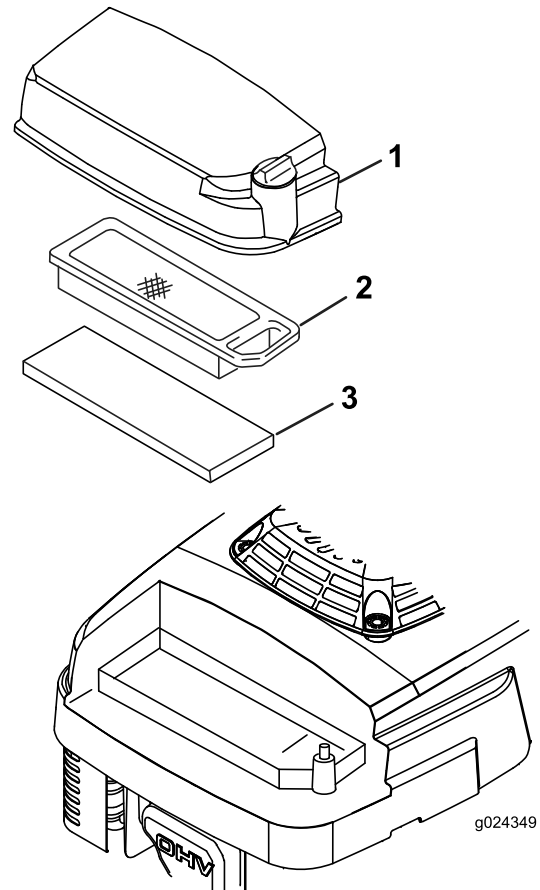

Figura 21
3. Afloje el tornillo de la tapa del filtro de aire (Figura 21).
5. Retire e inspeccione el filtro de aire de papel (Figura 21), y cámbielo si está excesivamente sucio.
6. Retire el pre-limpiador de espuma (Figura 21) y lávelo con un detergente suave y agua, luego séquelo apretando suavemente con un paño.